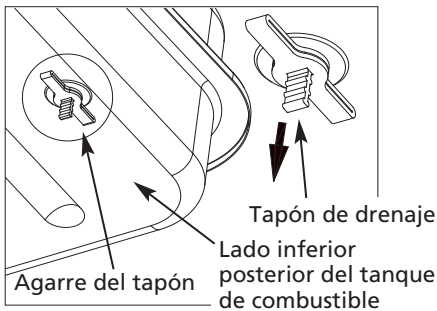

Figura 8 – Extracción del Tapón de Drenaje
1. Tire del agarre del tapón de drenaje del lado inferior posterior del tanque de combustible para retirarlo y luego drene el tanque de combustible. Consulte la Figura 8.